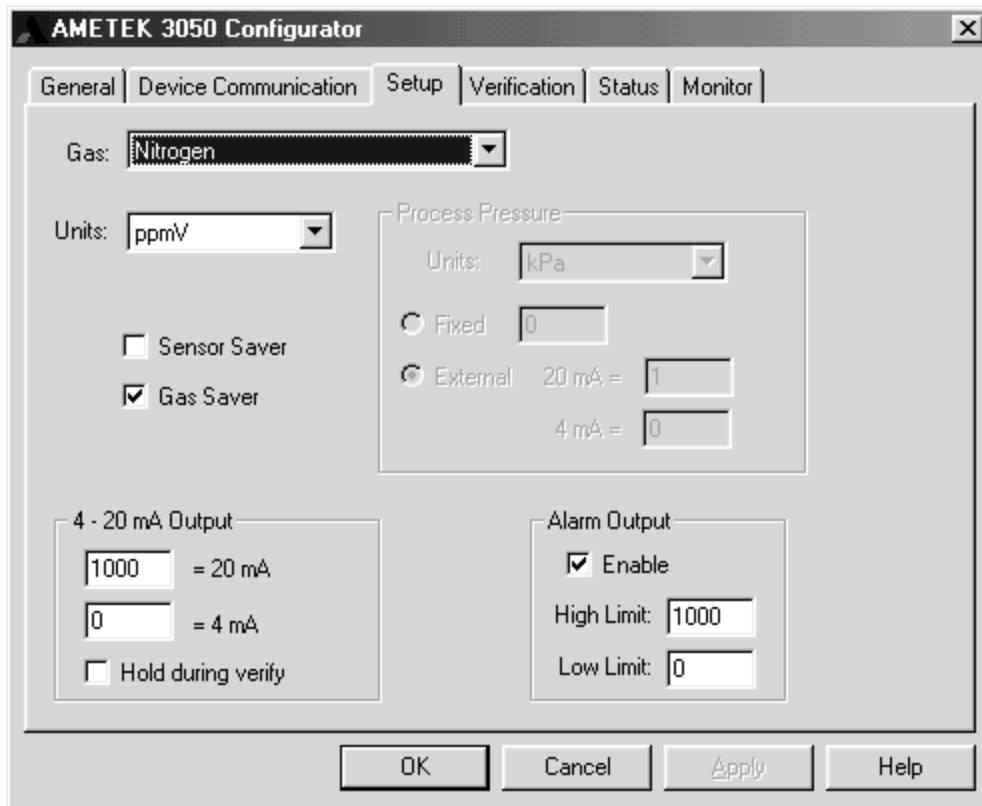

Figure 3.4. : Configurateur AMETEK 3050-OLV - Onglet Configuration
3. Définir les réglages des paramètres de système à l'aide de l'onglet Configuration. Se reporter à la Figure 3.4.